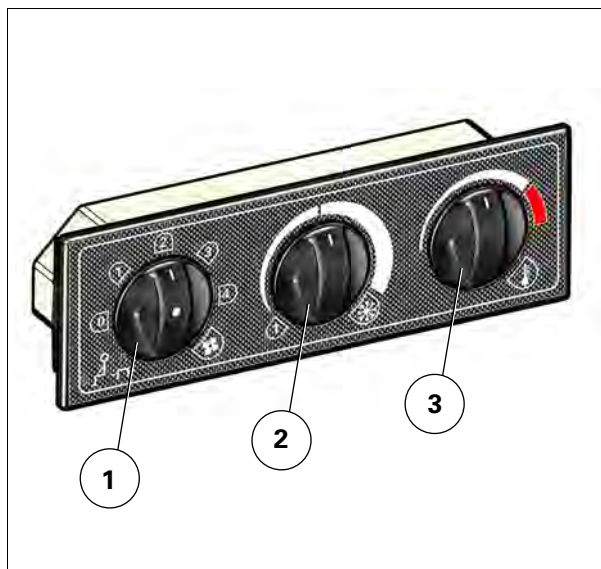

Рис. 26.
- (1) Рукоятка управления главным и левым вентиляторами подачи воздуха
- (2) Рукоятка регулировки термостата (мин. / макс.)
- (3) Рукоятка регулировки обогрева (мин. / макс.)
- Рукоятка управления вентилятором ((1)) используется для регулировки частоты вращения вентилятора (от 0 до 4) *рис. 26*.
- Рукоятка регулировки термостата ((2)) используется для регулировки температуры кондиционирования воздуха *рис. 26*.
- Рукоятка регулировки обогрева ((3)) используется для регулировки температуры обогрева *рис. 26*.